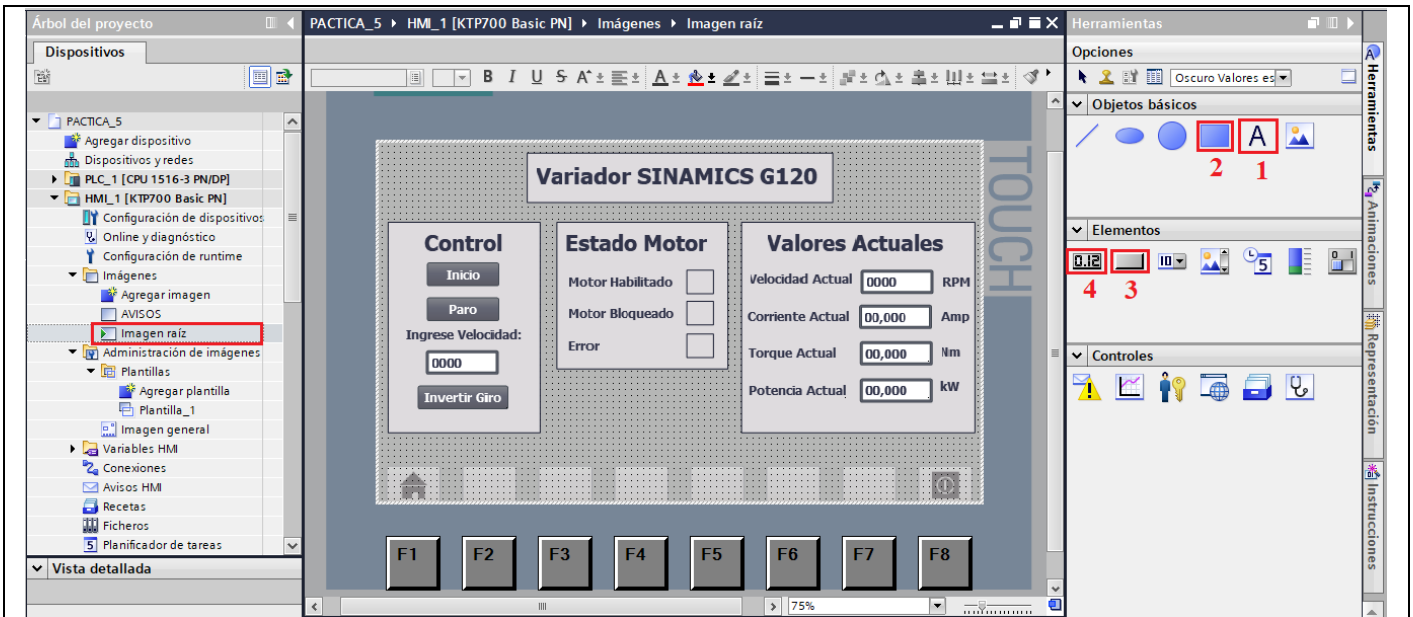

Figura 32. Configuración Imagen raíz.
- (2) Configuración de la “Imagen raíz”.
- A continuación, se muestra la disposición de (1) **Textos**, (2) **Rectángulo**, (3) **Botón**, (4) **Campos E/S** en la “Imagen raíz”, para el control del motor (ver Figura 32).